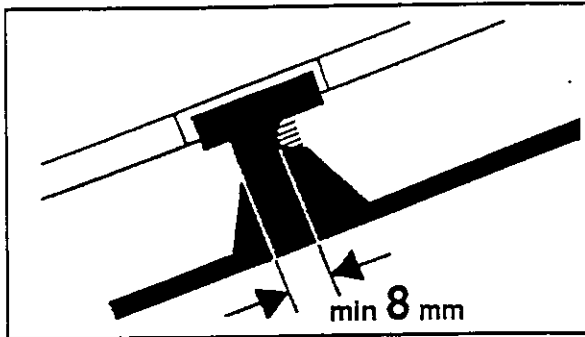

Fig. 4-36
- al desgastarse el bulón a 8 mm (Fig. 4-36).